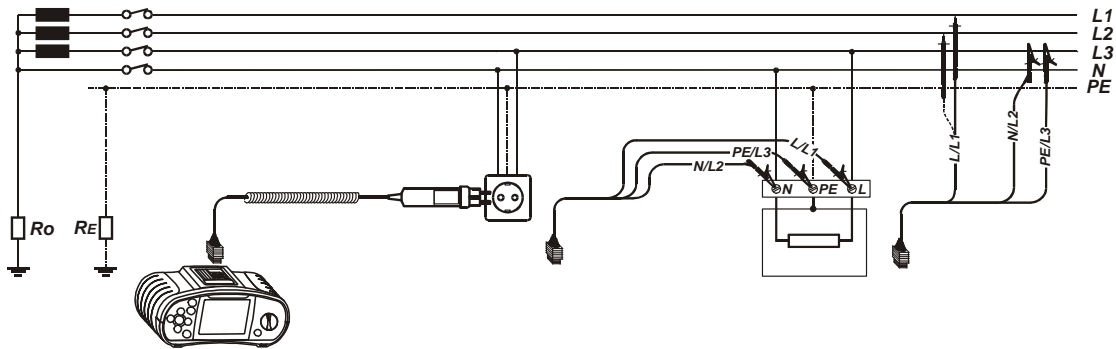

Figura 5.40: Medición de la resistencia de línea entre fase y neutro o fase y fase.
Paso 3 El siguiente diagrama de conexión mostrado en la figura 5.40 indica la manera de realizar la medición de la resistencia entre fase-neutro o fase-fase. Utilice la función Ayuda si fuera necesario.